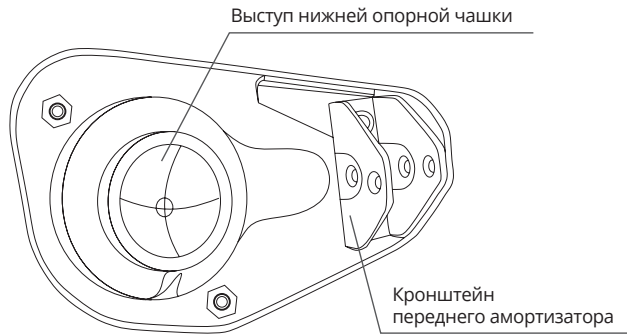

Рис. 4
5. На нижнюю опорную чашку, поверх стандартных креплений амортизатора, установите кронштейн передних амортизаторов (из комп. – 5) как показано на Рис. 4.